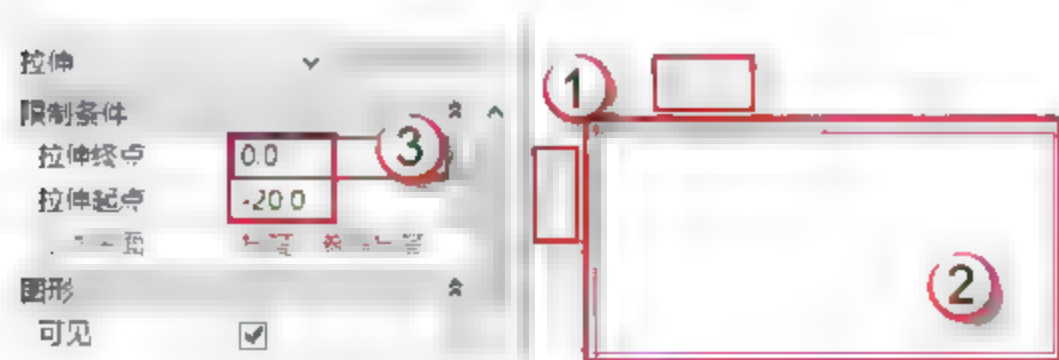

图 8.3.1 绘制桌面
(1) 选择“应用程序”→“新建”→“族”命令，在弹出的族样板文件夹对话框中选择“公制常规模型.rfa”的族文件，单击“打开”按钮。
(2) 桌面是长度为 1150mm，宽度为 550mm，厚度为 20mm 的板。按快捷键 R+P、C+O 和 M+M 绘制参考线。选择“创建”→“拉伸”→“矩形框”命令，绘制图框，在“属性”面板中编辑“拉伸起点”和“拉伸终点”的数值 (-20, 0)，然后单击√按钮，如图 8.3.1 所示。